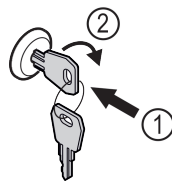

Fig. 175
- ▶ Introducir la llave. Fig. 175 (1)
- ▶ Girar la llave 90° en sentido horario. Fig. 175 (2)